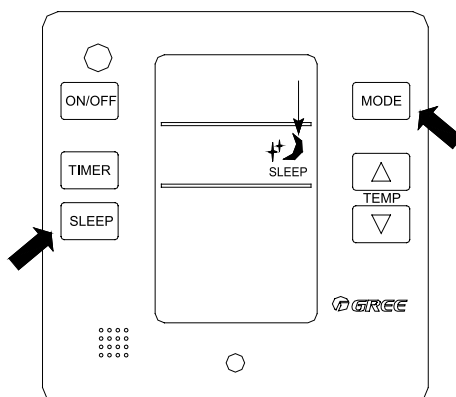

Рисунок 5.5 – Функция COH
- Для включения функции COH (SLEEP) нажмите кнопку SLEEP, на дисплее пульта высветится знак (см. рисунок 5.5)